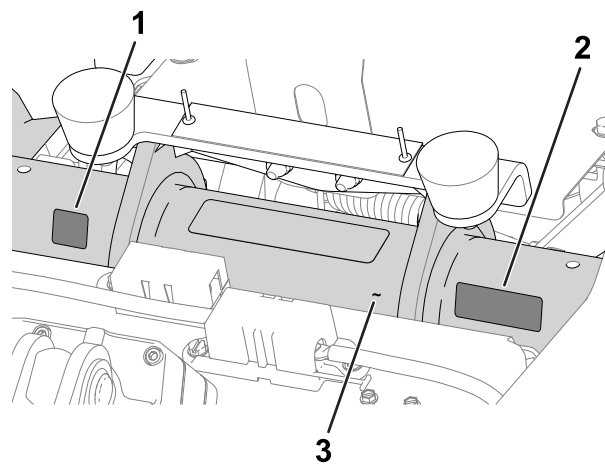

図 11
- **製造年デカル** および **CE/UKCA マークデカル** 運転席下のフレームチューブシリアル番号プレートの下に貼りつける **図 11**を参照。